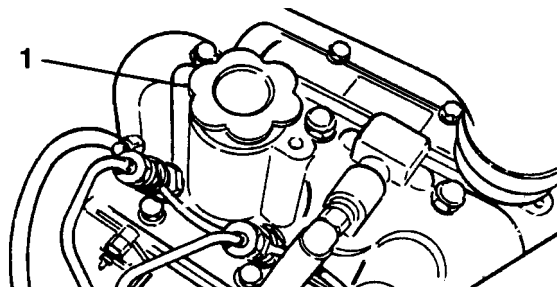

Fig. 2
3. Hvis oliestanden er lav, fjern oliepåfyldningsdækslet (Fig. 2) og hæld gradvist små mængder olie på, idet oliestanden kontrolleres hyppigt, indtil olien står op til FULD (FULL) mærket på målepinden.